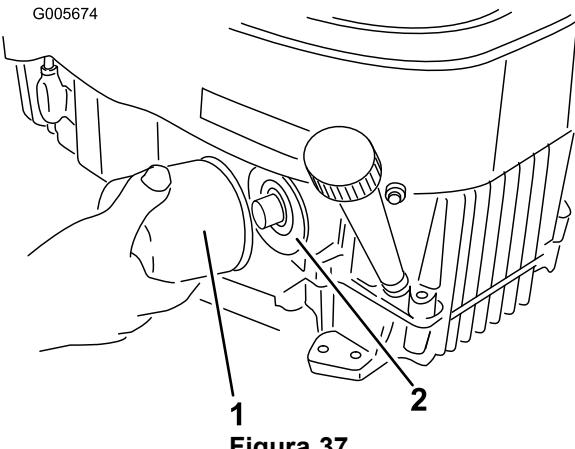

Figura 37
2. Togliete il filtro dell'olio (Figura 37).
4. Montate il nuovo filtro dell'olio sull'adattatore. Girate il filtro in senso orario finché la guarnizione di gomma non tocca l'adattatore, quindi serrate il filtro di altri 3/4 di giro (Figura 37).